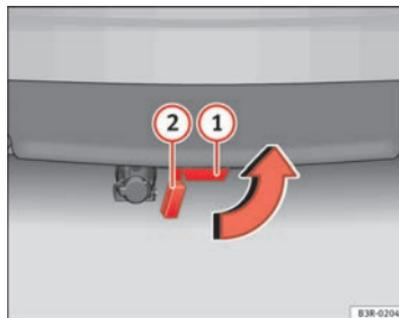

Fig. 160 Pare-chocs arrière : mise en place du bouchon obturateur
- Extrayez la boule d'attelage par le bas, hors du tube de fixation **1** ⇒ page 215, fig. 160. Lors de cette opération, le bouchon obture automatiquement le tube de fixation **2**.